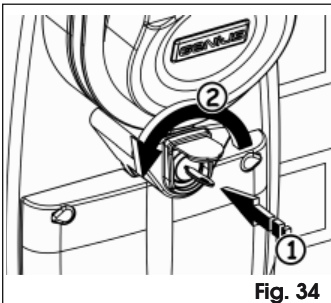

Fig. 34
1. Inserire la chiave personalizzata e portarla in posizione di "STOP" ruotandola in senso antiorario sino al suo arresto, Fig. 34.